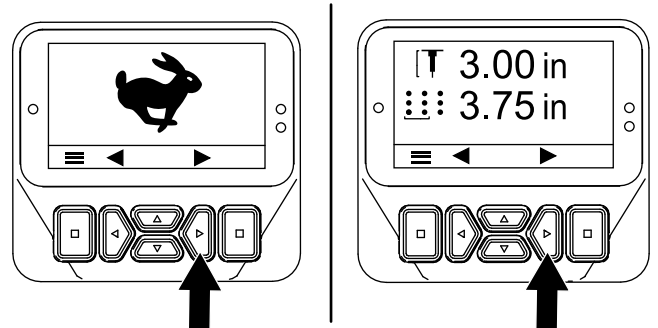
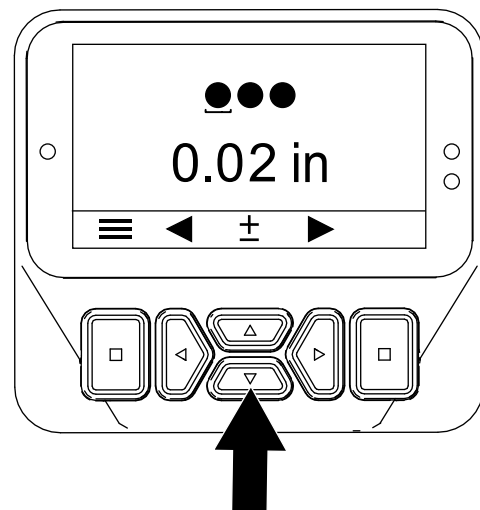

Figura 55
Figura 56
3. Pulse el botón derecho hasta que aparezca la pantalla Ajuste del diámetro de los taladros (Figura 55 y Figura 56).
4. Ajuste el diámetro de los taladros usando los botones Arriba y Abajo (Figura 56) como se indica a continuación: